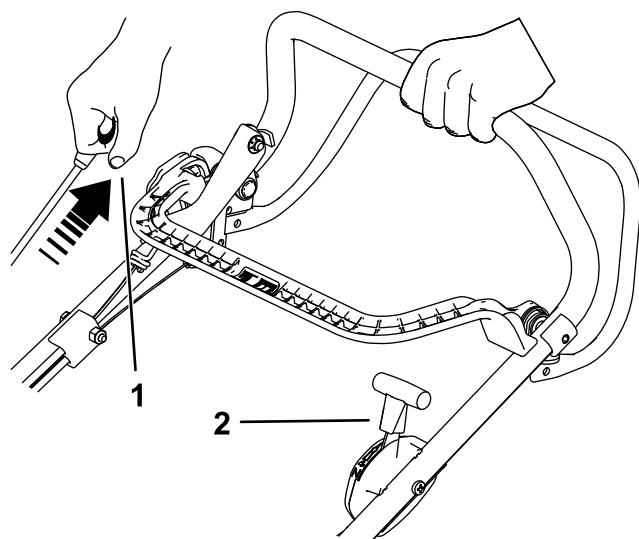

Figure 15
2. Tirez sur la poignée du lanceur jusqu'à ce que vous sentiez une résistance, puis tirez vigoureusement pour démarrer. Quand le moteur démarre, ramenez progressivement la commande d'accélérateur à la position HAUT RÉGIME si le starter était engagé (Figure 15).